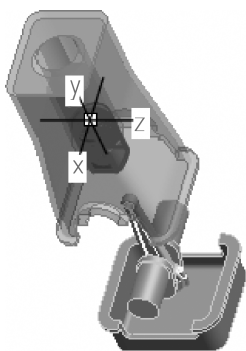

图 9-92 移动后的 piston_head
(8) 按照步骤 (6) ~ 步骤 (7) 将“piston_head.prt”向上移动到合适的位置，如图 9-92 所示。